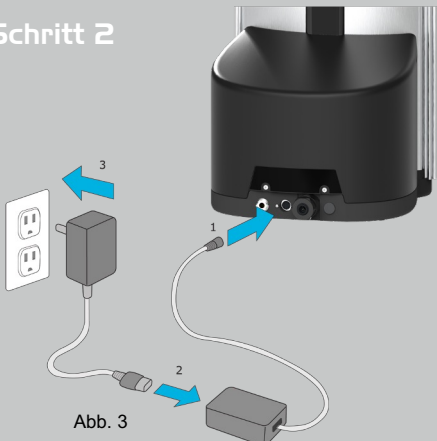

Abb. 3
- Schließen Sie das Netzkabel wie abgebildet an (Abb. 3).